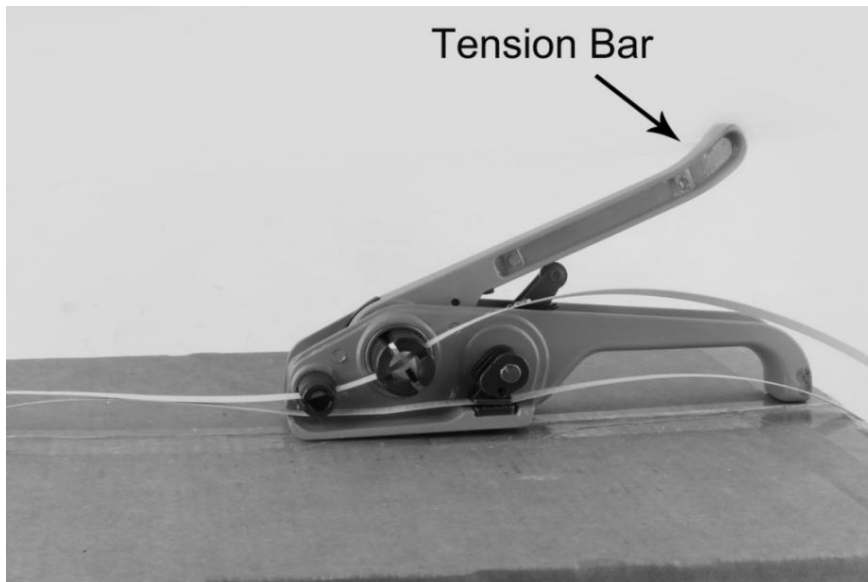

Abb. 2-1
2. Legen Sie die verpackten Umreifungsstreifen in die Schneidemulde und die Spillwanne . siehe Abb. 2-1 und 2-2